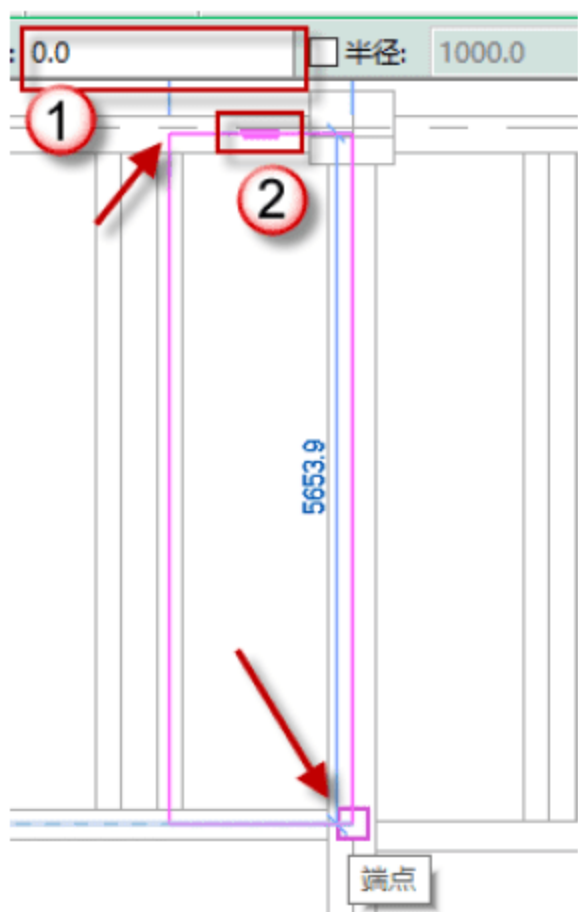

图 4.3.7 绘制 3 号板
(7) 绘制 3 号板，单击“矩形”按钮，绘制 3 号板，调整跨方向，将偏移量设置为 0，单击√按钮，完成绘制，如图 4.3.7 所示。